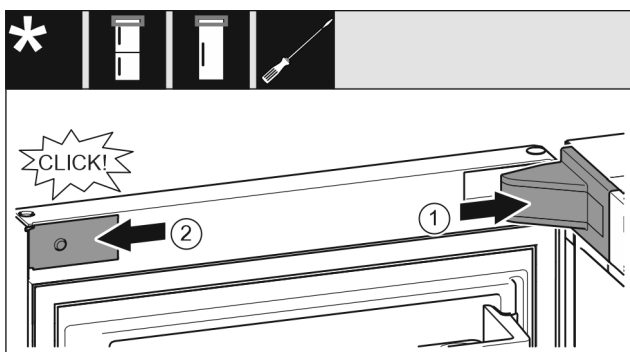

Fig. 21
- ▶ Stavite pokrov podloška ležaja Fig. 21 (1) i pustite ga da se uglati, po potrebi ga oprezno razdvojite.
- ▶ Postavite masku Fig. 21 (2) bočno i uglatite je.